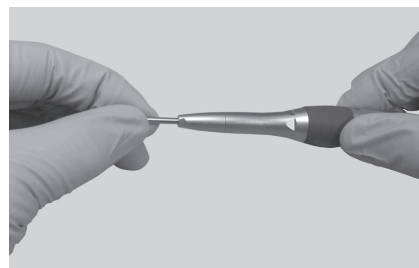

図16
- 2) テストバーを、ハンドピースに装着してください。（図16）